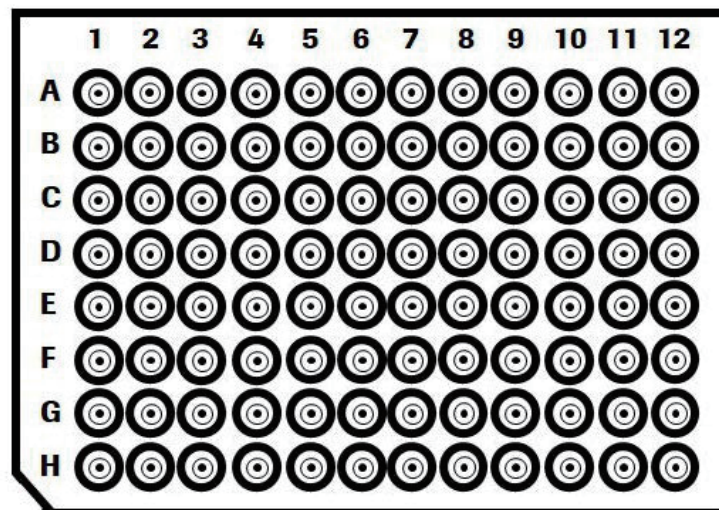

図 2 : KAPA UDI Primer Mixes プレートのレイアウト
3. ホイルシールを取り外す前に、プレートの向きが正しいことを確認してください。ウェル位置A1を左上隅にするには、図2に示すように、切り欠きのある角が左下ユーザーの方を向いている必要があります。